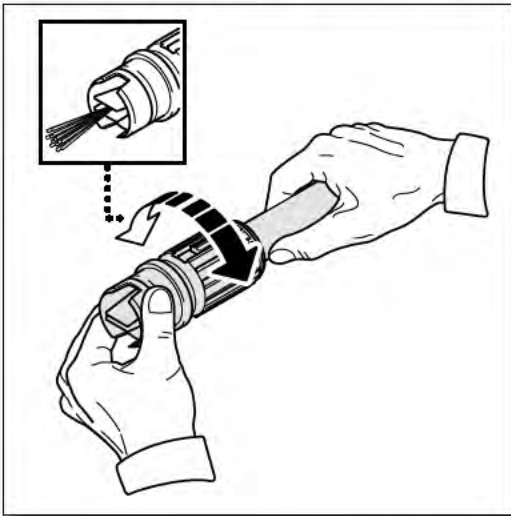

Fig. 22
- Retirez la lance ajustable. Faites tourner la buse sur la lance ajustable au réglage de jet étroit pour ouvrir les languettes. **(Fig. 22).**